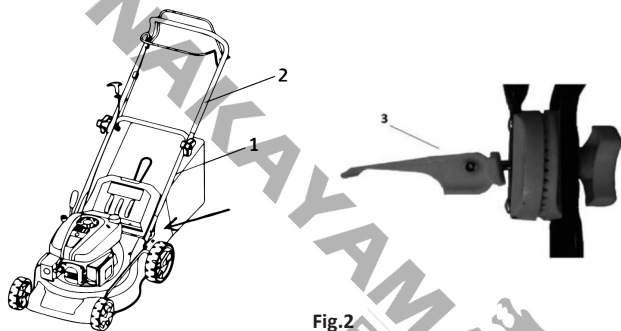

Fig.2
- Introduceți partea inferioară a mânerului (Fig. 2 - elementul 1) în orificiul corespunzător de pe mașina de tuns gazonul (vezi săgeata) și fixați-l în poziție cu 4 șuruburi - două șuruburi pe fiecare parte a mânerului.
- Conectați partea superioară a mânerului (Fig. 2 - punctul 2) la partea inferioară a mânerului folosind șuruburile furnizate, cu dispozitivul de fixare rapidă pe piulițe (Fig. 2 - punctul 3).